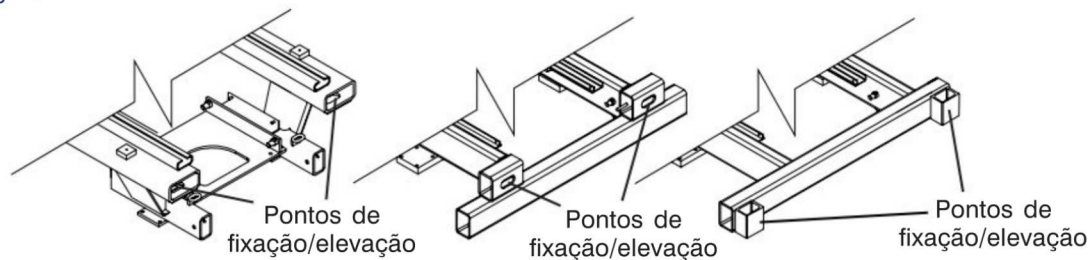

Figura 2-22. Pontos de Fixação/Elevação
- Os apetrechos de elevação podem ser amarrados aos quatro pontos de elevação como mostrado na Figura 2-22.
Ao transportar, a plataforma aérea deve ser fixada ao camião ou à plataforma do reboque. Os pontos de fixação disponíveis estão ilustrados na Figura 2-22.